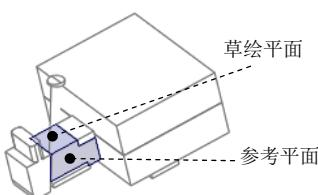
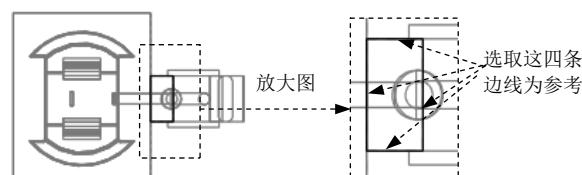
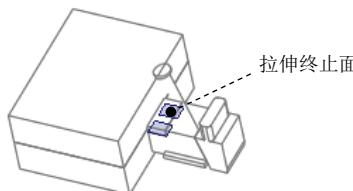

图 27.60 定义草绘平面
图 27.61 截面草图
图 27.62 选取拉伸终止面
Step5. 创建实体拉伸特征。单击 **模具** 功能选项卡 **形状** ▾ 区域中的 **拉伸** 按钮，此时系统弹出“拉伸”操控板；在出现的操控板中确认 **切除** 按钮被按下；右击，从系统弹出的菜单中选择 **定义内部草绘...** 命令；选取图 27.60 所示的平面为草绘平面，然后选取图 27.60 所示的表面为参考平面，方向为 **上**。单击 **草绘** 按钮，进入草绘环境；进入截面草绘环境后，选取图 27.61 所示的四条边线为草绘参考，然后绘制图 27.61 所示的截面草图；完成特征截面的绘制后，单击“草绘”操控板中的“确定”按钮 ；在操控板中选取深度类型 **(到选定的)**。将模型调整视图方位，选取图 27.62 所示的滑块表面为拉伸终止面；在“拉伸”操控板中单击 按钮，完成特征的创建。